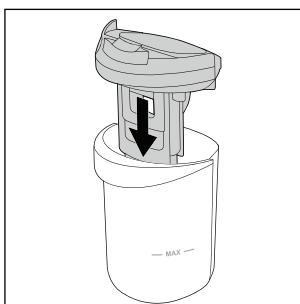

Rys. 27
- ♦ Wysusz całkowicie filtr zanieczyszczeń 10, zbiornik na brudną wodę 2 i pokrywę zbiornika na brudną wodę 9 (patrz rys. 27).